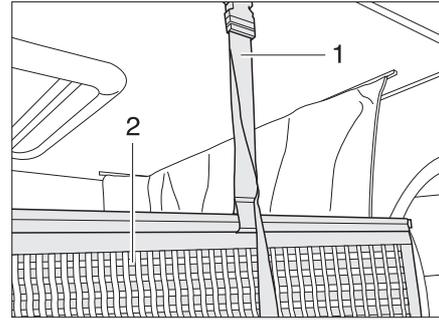

Bild 123 Halterung Sicherungsnetz
**Sicherungsnetz** Das Sicherungsnetz (Bild 123,2) mit den Haltegurten ist unter der Matratze verstaut. Das Sicherungsnetz erst aufspannen, wenn sich die Personen bereits im Hubbett befinden.
*Aufspannen:* ■ Die Haltegurte (Bild 123,1) in die Halterungen an der Decke einrasten.